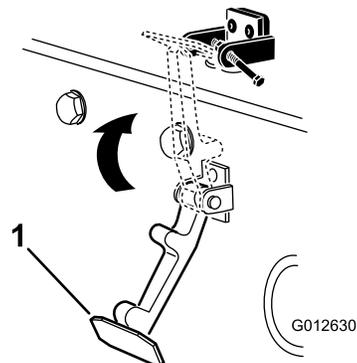

**Рисунок 6**
6. Приклепайте кронштейны и шайбы к капоту (**Рисунок 6**).